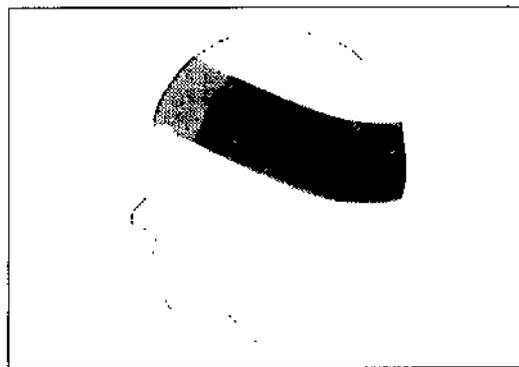

Figura 1: vendaje en la cabeza para fijar el implante
- Antes de que los pacientes entren en una sala de IRM se deben retirar de la cabeza todos los componentes externos del sistema de implante (procesador de audio y accesorios). Para las fuerzas de campo de 1,0T, 1,5T y 3,0T, debe colocarse un vendaje en la cabeza para cubrir el implante. Un vendaje en la cabeza puede ser un vendaje elástico bien ajustado alrededor de la cabeza con tres vueltas como mínimo (consulte la Figura 1). El vendaje debe estar bien ajustado, pero no debe causar dolor. Realizar una IRM sin el vendaje en la cabeza podría causar dolor en la zona del implante y, en el peor de los casos, puede producir un desplazamiento del implante o del imán del implante.